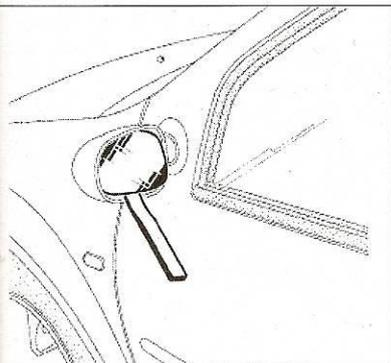

Fig. 49
- Exercer un effort de bras de levier à l'aide de l'outil adapter pour dégraffer la vitre (Fig.49).